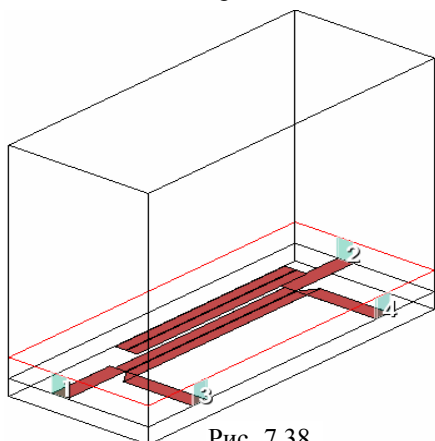

Рис. 7.38
- Щёлкните по значку **Rectangle** на панели инструментов, начертите прямоугольник точно над одним из проводников ответвителя, точно такой же по размерам, как и проводник, расположенный на нижнем слое. Скопируйте созданный проводник и расположите его над вторым проводником ответвителя. Двухмерное отображение структуры при этом не изменится, т.к. верхние проводники закрывают нижние. А трёхмерное отображение будет, как показано на рис. 7.38.